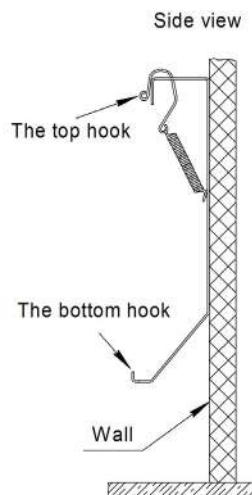

Figura 2
- Es necesario mantener distancias mínimas de los objetos al montar el convector como se muestra en la Figura 2 (dimensión en cm), Figura 3;